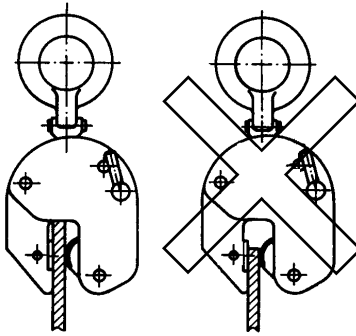

Fig. 4
- La carga siempre se debe entrar completamente en la boca (apertura) de la garra (ver fig. 4).
- De last moet tot de aanslag in de bekopening worden geschoven (fig. 4).